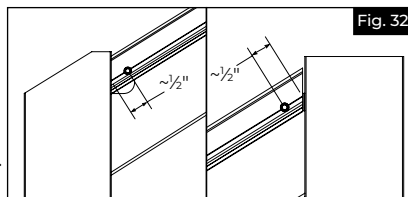

Fig. 32
- b. Placer le profilé entre les poteaux et le presser sur les supports. En utilisant les vis à tête hexagonale fournies, fixer une vis à l'extrémité du profilé à chaque poteau (une au poteau du haut et une au poteau du bas). Utiliser la ligne tracée sur le profilé comme guide pour la vis. La vis doit se trouver sur la ligne et à environ $\frac{1}{2}$ po (12 mm) de l'extrémité du profilé (Fig. 32).